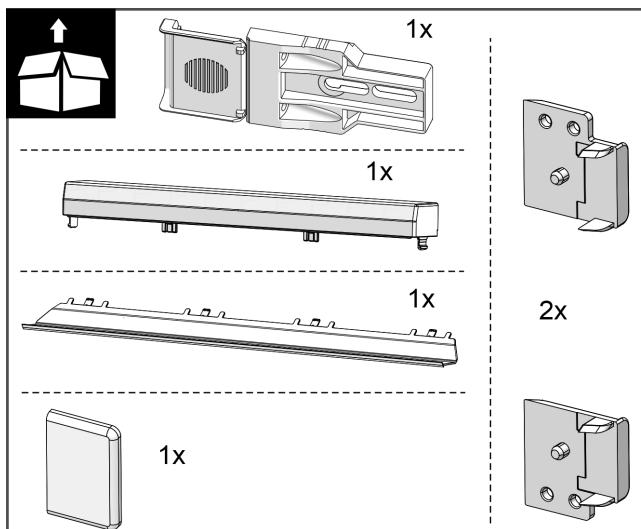

Fig. 21
**Детали для осуществления монтажа в комплекте принадлежностей Fig. 21 0 по 0**